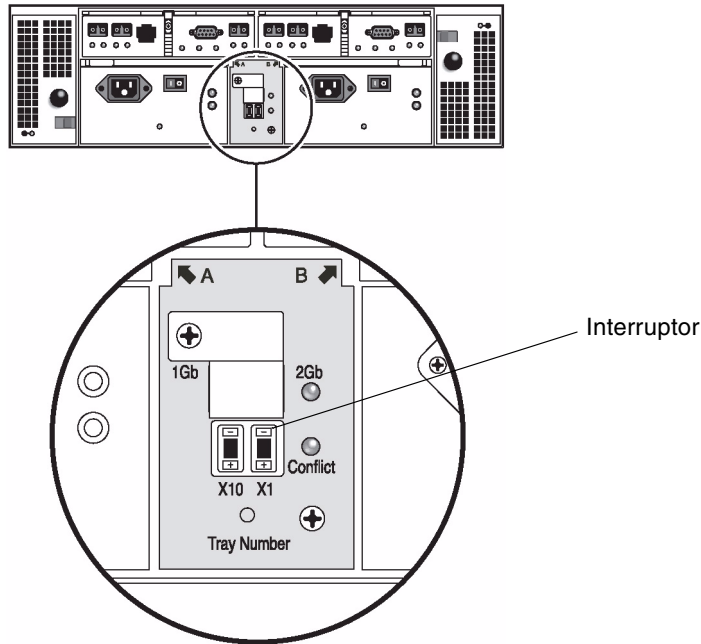

FIGURA 2-9 Interruptor Tray ID
1. Localice el interruptor Tray ID situado en la parte trasera de la unidad, entre las dos fuentes de alimentación (FIGURA 2-9).